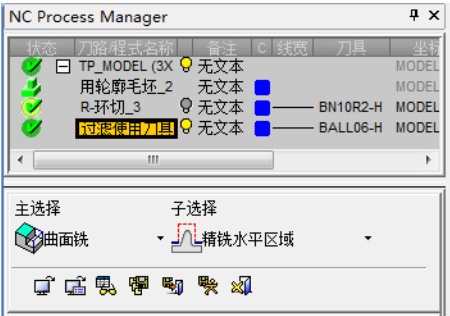

图 2-129 “NC Process Manager”对话框
3) 创建程序。单击“加工向导”工具栏上的“加工程序”按钮，弹出“NC Process Manager”对话框，“主选择”为“曲面铣”，“子选择”为“精铣水平区域”，如图 2-129 所示。